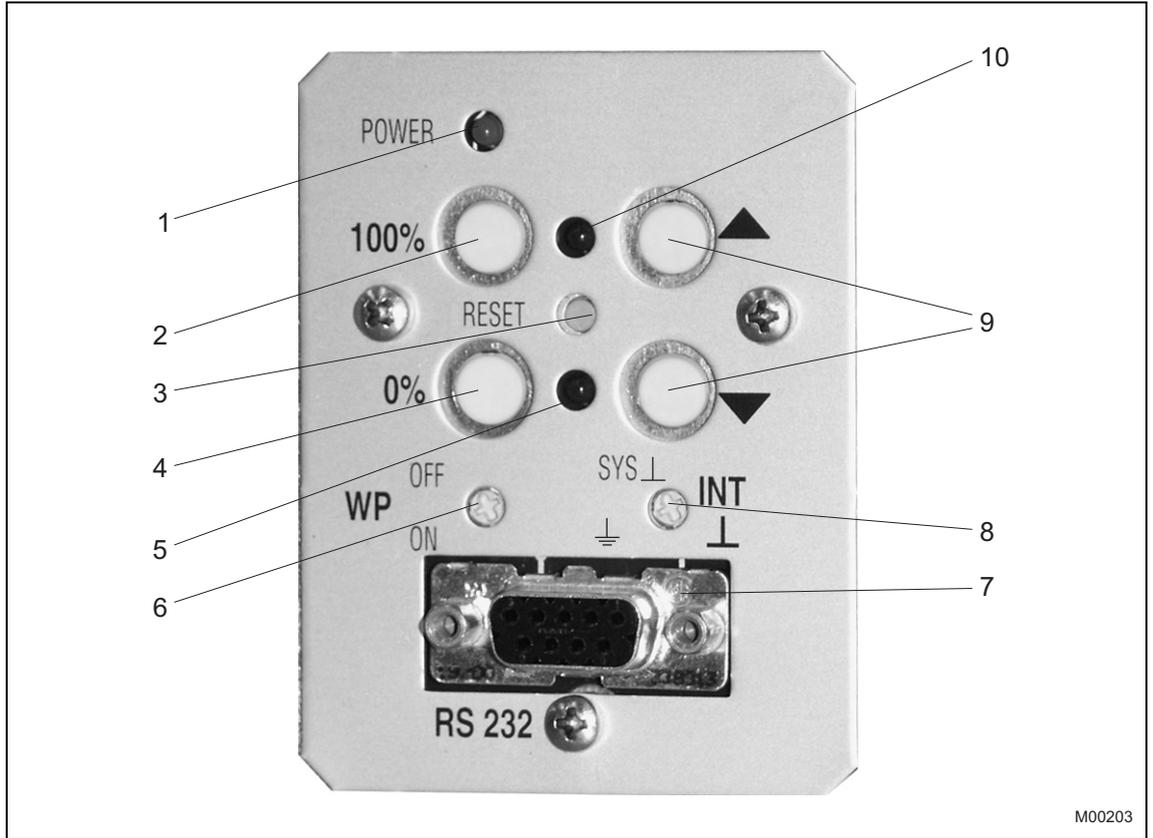

Fig. 1: Champ de service et mise en service
Les LED (pos. 5 et pos. 10, Fig. 1) clignotent à différentes fréquences selon la fonction déclenchée.
- Commuter l'électronique dans l'état de fonctionnement « Réglage ». Pour cela, appuyer simultanément pendant env. 5 s sur les deux touches de déplacement (9) jusqu'à ce que les deux LED (positions 5 et 10 dans Fig. 1) clignotent de manière synchrone à 4 Hz.